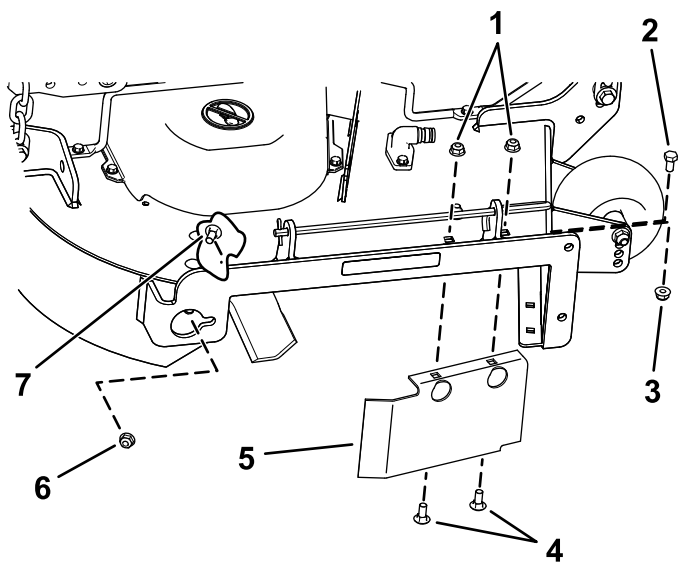

Figura 18
8. Retire el perno de cuello cuadrado (5/16" x 3/4") y la contratuerca (5/16"), situados en la pared trasera de la carcasa de corte, que sujetan el deflector a la carcasa (Figura 18).
13. Instale las fijaciones retirados anteriormente en los taladros delanteros de la placa de descarga y en el taladro delantero de la carcasa (Figura 18).
9. Localice el protector del deflector en el borde delantero del orificio de descarga lateral (Figura 18).
10. Retire las fijaciones que sujetan el protector del deflector y el deflector derecho a la carcasa del cortacésped (Figura 18).